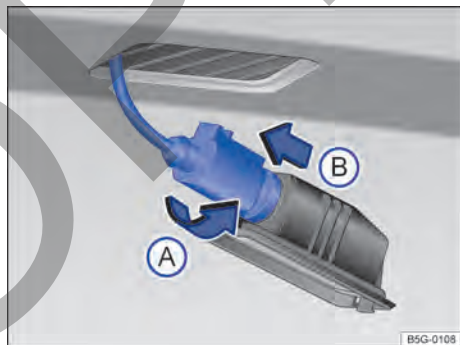

Fig. 170 Luz de la placa de licencia: desmontar el portalámparas.
- ③ Girar el portalámparas en **sentido antihorario** → fig. 170 (A), y retirar el soporte junto con la bombilla (B).
- ④ Tirar de la lámpara quemada del portalámparas para quitarla.
- ⑤ Cambiar la bombilla quemada por una bombilla nueva del mismo modelo.
- ⑥ Insertar la nueva lámpara en el portalámparas cuidadosamente.
- ⑦ Colocar el soporte de la lámpara en la luz de la placa de licencia y presionar en sentido contrario al de la flecha A hasta el tope.
- ⑧ Cerciorarse de que el portalámparas esté correctamente fijado en el conjunto.
- ⑨ Colocar el conjunto de la luz de la placa de licencia con cuidado en la abertura del para-choques. Estar atento a la correcta dirección de instalación de la luz de la placa de licencia.
- ⑩ Presionar la luz de la placa de licencia en el paragolpes hasta que encaje de forma audible.
- ⑪ Asegurarse de que el conjunto de la luz de la placa de licencia esté correctamente fijado en el alojamiento.